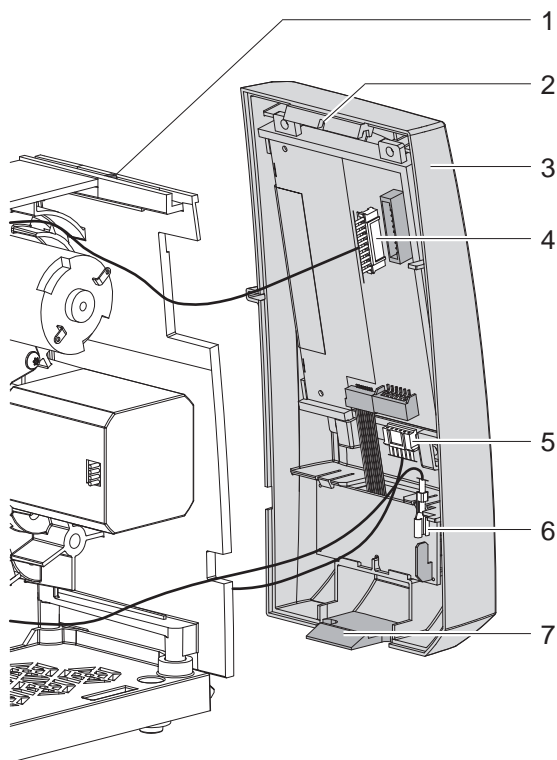

Bild 5 Demontage / Montage Bedienfeld
- ▶ Falls Kabel Messeranschluss (8) vorhanden :
- Stecker (5 / Bild 5) von Bedienfeld lösen.
- ▶ Transportmodul (7) incl. Druckwalze (6) unter leichtem Kippen aus dem Gehäuse (5) ziehen.
- ▶ Kabel Messeranschluss (8) nach unten aus dem Transportmodul (7) ziehen.